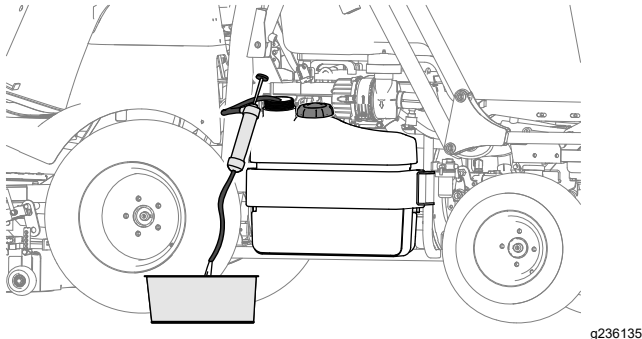

Bild 73
- Leeren Sie den Kraftstofftank mit einer Absaugpumpe, wenn Sie die Maschine länger einlagern (Bild 73).
- Wenn die Kraftstoffanlage verunreinigt ist, leeren Sie den Kraftstofftank (Bild 73) mit einer Absaugpumpe, reinigen Sie den Tank und spülen ihn mit sauberem Dieselmotorkraftstoff aus.